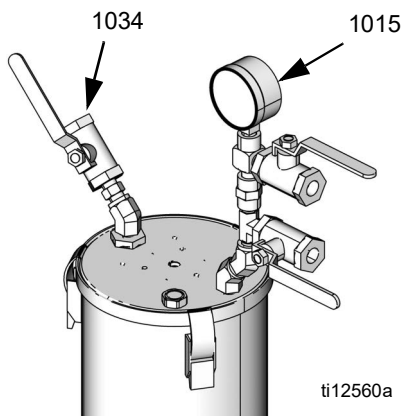

FIG. 7
NOTA: Questa procedura è valida per i gruppi con collettore di aspirazione, nessun agitatore o riempimento automatico. Vedere FIG. 7.
**NOTA:** Questa procedura è valida per i gruppi con collettore di aspirazione, agitatore e riempimento automatico. Vedere FIG. 7 a pagina 21 per i riferimenti delle parti.